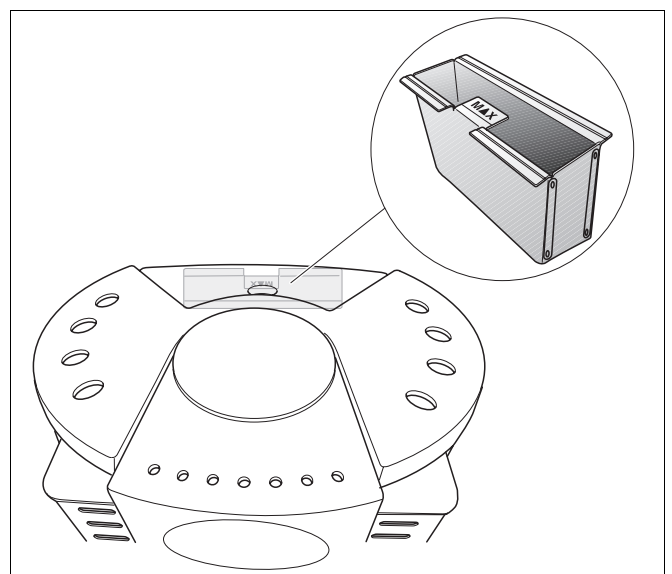

Abb. 22 Luftbefeuchter einsetzen (unter der Abdeckkachel)
- Befüllten Luftbefeuchter in den Kaminofen einsetzen (Abb. 22).